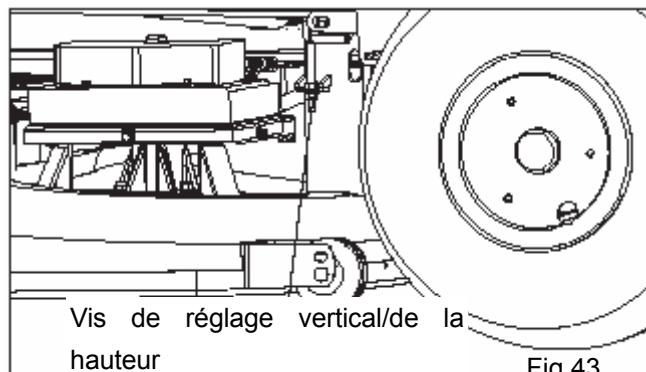

Fig 43
3. Réglez les vis de réglage des deux côtés de façon à ce que le bout des lames atteigne la même distance au dessus du sol des deux côtés. (Fig 43)